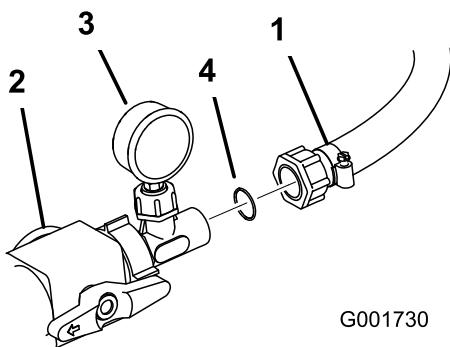

図 17
18. リール・アセンブリに通ずるホースと水圧計アセンブリとの間にプラスチック製のOリングを入れる。ホースをアセンブリに接続する(図 17)。ホースについているプラスチック製ナットを締め付けて、ホースを水圧計アセンブリに固定する。